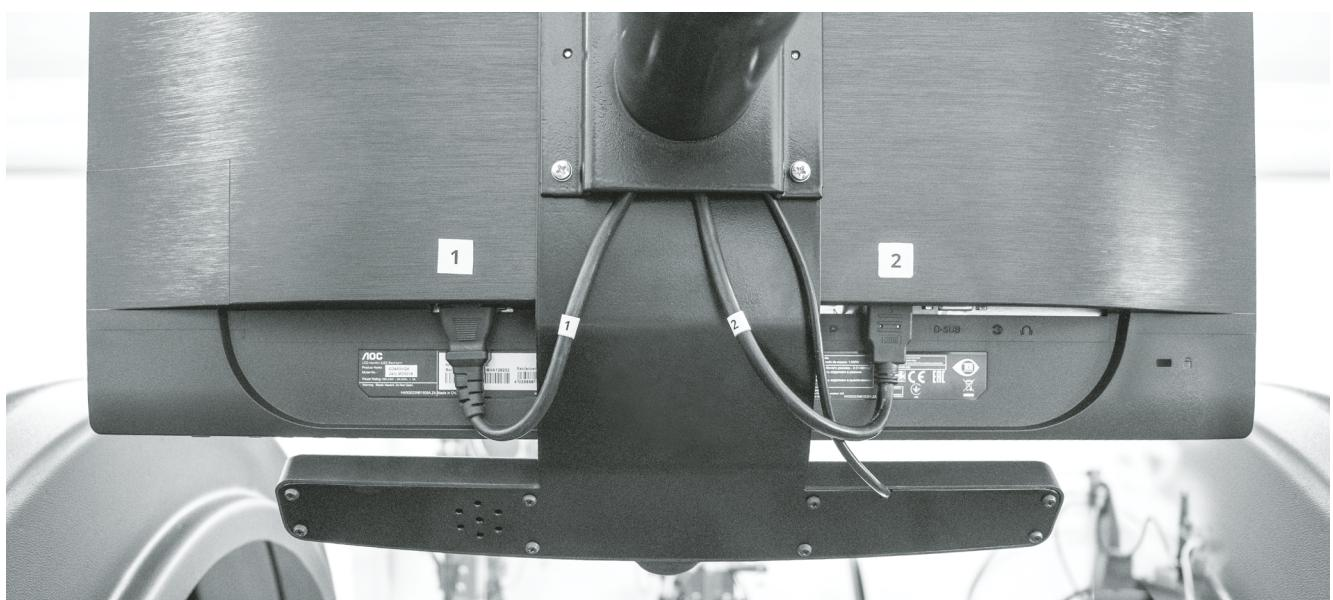

Рис. 3. Внешний вид монитора и клавиатуры спереди и сзади.
**4.5** Над крышкой-органайзером на кронштейне установлен монитор с клавиатурой. Внешний вид и описание функционала монитора и клавиатуры указаны на **рис. 3, 4, 5**.
**6.1.4.** Закрепите монитор на пластине кронштейна винтами с шайбами (входят в комплектацию монитора), подсоединить кабели к соответствующим разъемам на задней стенке монитора. (1-1, 2-2). См. **рис. 3**.